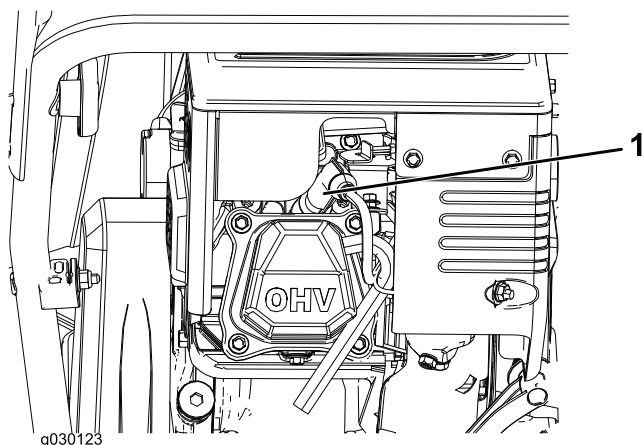

Figura 24
1. Scoateți carcasa (Figura 24).